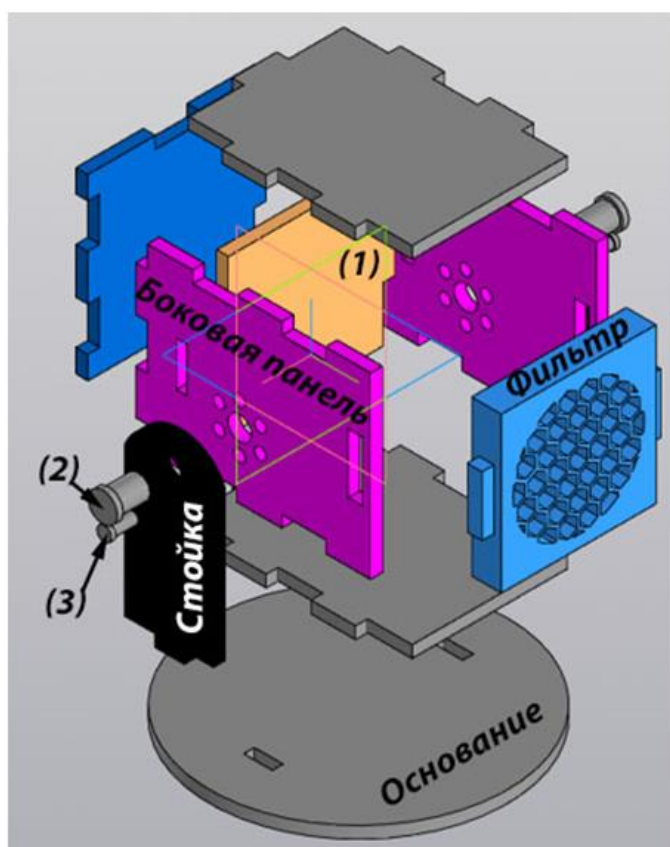
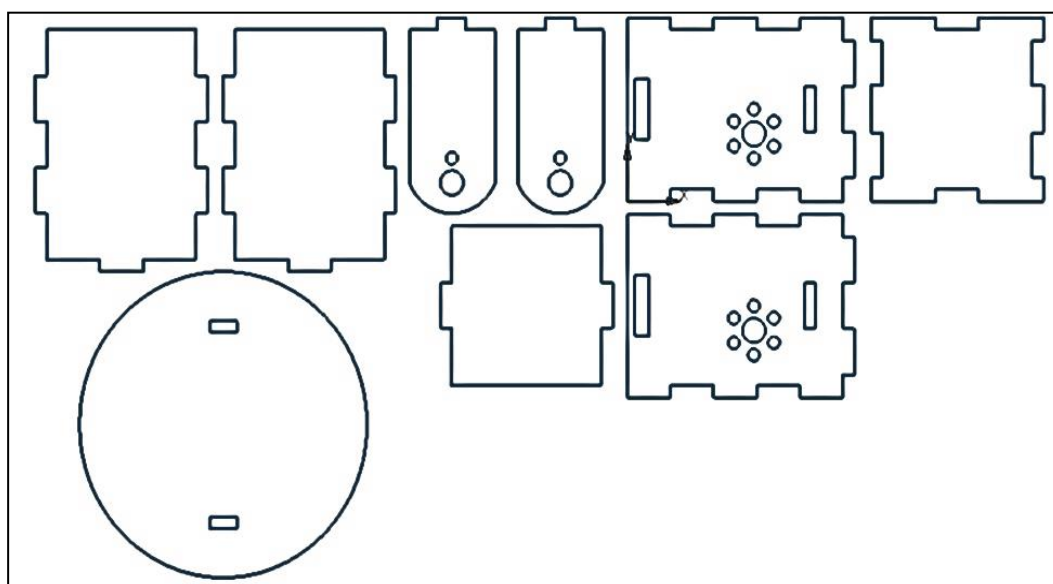

Рис. 1. 3D-модель конструкции светильника
Рисунок 2. 2D-чертежи светильника
1. Корпус состоит из 5 панелей, соединенных между собой методом шип-паз. Две идентичные боковые панели обеспечивают крепление корпуса к основанию с помощью двух стоек. Для этого в этих панелях имеется по одному отверстию диаметром 8 мм, через которые корпус соединяется с боковыми стойками с помощью двух валов, образующих виртуальную горизонтальную ось. Вокруг этих двух валов происходит вращение корпуса в вертикальной плоскости (осуществляемое вручную). Для фиксации положения корпуса по вертикали в двух боковых панелях предусмотрены по 6 вспомогательных отверстий (диаметром 4 мм), а на стойках размещены штифты. Задав нужное положение корпуса штифт вставляется в соответствующее отверстие на боковой панели. Световой луч, таким образом, может иметь 6 различных направлений. (рис.1)
2. Основание представляет собой круг с двумя пазами для крепления стоек. (рис. 1)
3. Стойки выполнены в виде пластин, в каждой из которых имеются два отверстия для вала и для штифта. (рис. 1, (3),(2))
4. Световой фильтр – основной элемент светильника. Вставляется в боковые панели корпуса (шип-паз). (рис. 1)
5. Промежуточная панель для установки для светодиодов крепится к боковым панелям корпуса (шип-паз). (рис. 1, (1))
После продумывания конструкции и ее размеров мы приступили к моделированию в программе САД «Компас-3D». Моделирование начиналось построения с 3D-моделей, это сделано для того, чтобы визуально представлять объект, а уже затем с готовых 3D-моделей каждой детали (рис. 1) сгенерировать чертежи (рис. 2). В результате мы получили сразу 3D-версию светильника и его чертежи, которые в дальнейшем использовались для изготовления деталей.